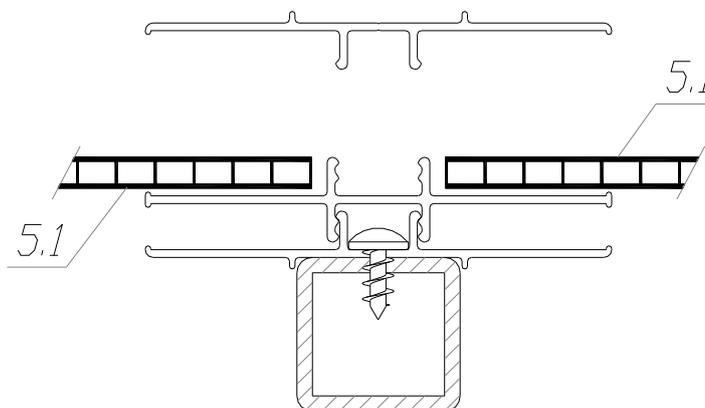

Рис. 7.2
7.2. Заведите верхние сдвижные листы СПК (поз.5.1) в открывшиеся зазоры между верхними и средними направляющими профилями (рис. 7.2 и 7.3). Рукоятки сдвижных листов должны быть ориентированы наружу от мини-парника.